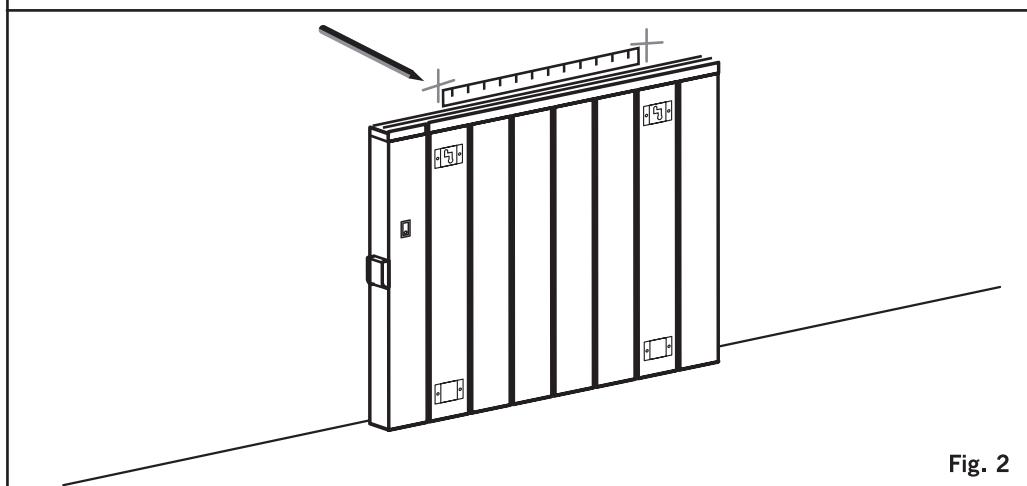

Fig. 2
- Teniendo en cuenta las distancias de separación del aparato señaladas anteriormente, posicionar el soporte mural en la posición deseada y marcar en la pared los puntos a taladrar (fig 2).